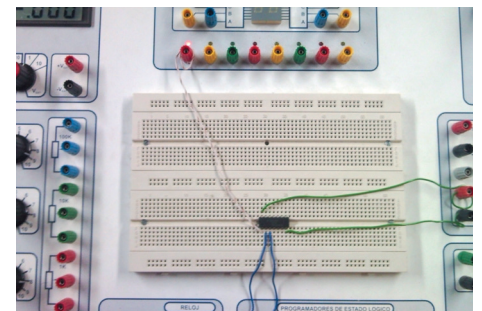

Fig. 1.21.
3. Conecta a cada salida del 74LS00 y 74LS02 un diodo LED (Fig. 1.21).